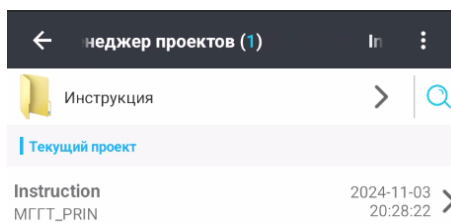

Рисунок 2.3.7
1. Находясь в Менеджере проектов и необходимой папке для восстановления нажмите на **троеточие** в верхнем правом углу (Рисунок 2.3.7).